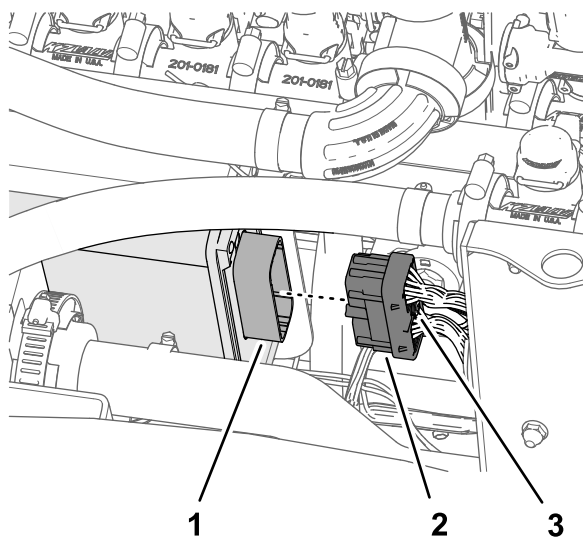

Figura 132
2. Inserite il connettore a 40 prese della diramazione da 102 cm del cablaggio preassemblato del kit nel connettore a 40 pin del controller di irrorazione ASC 10 (Figura 132).
3. Avvitare manualmente la vite a testa zigrinata del connettore a 40 prese nel connettore ASC 10 (Figura 132).